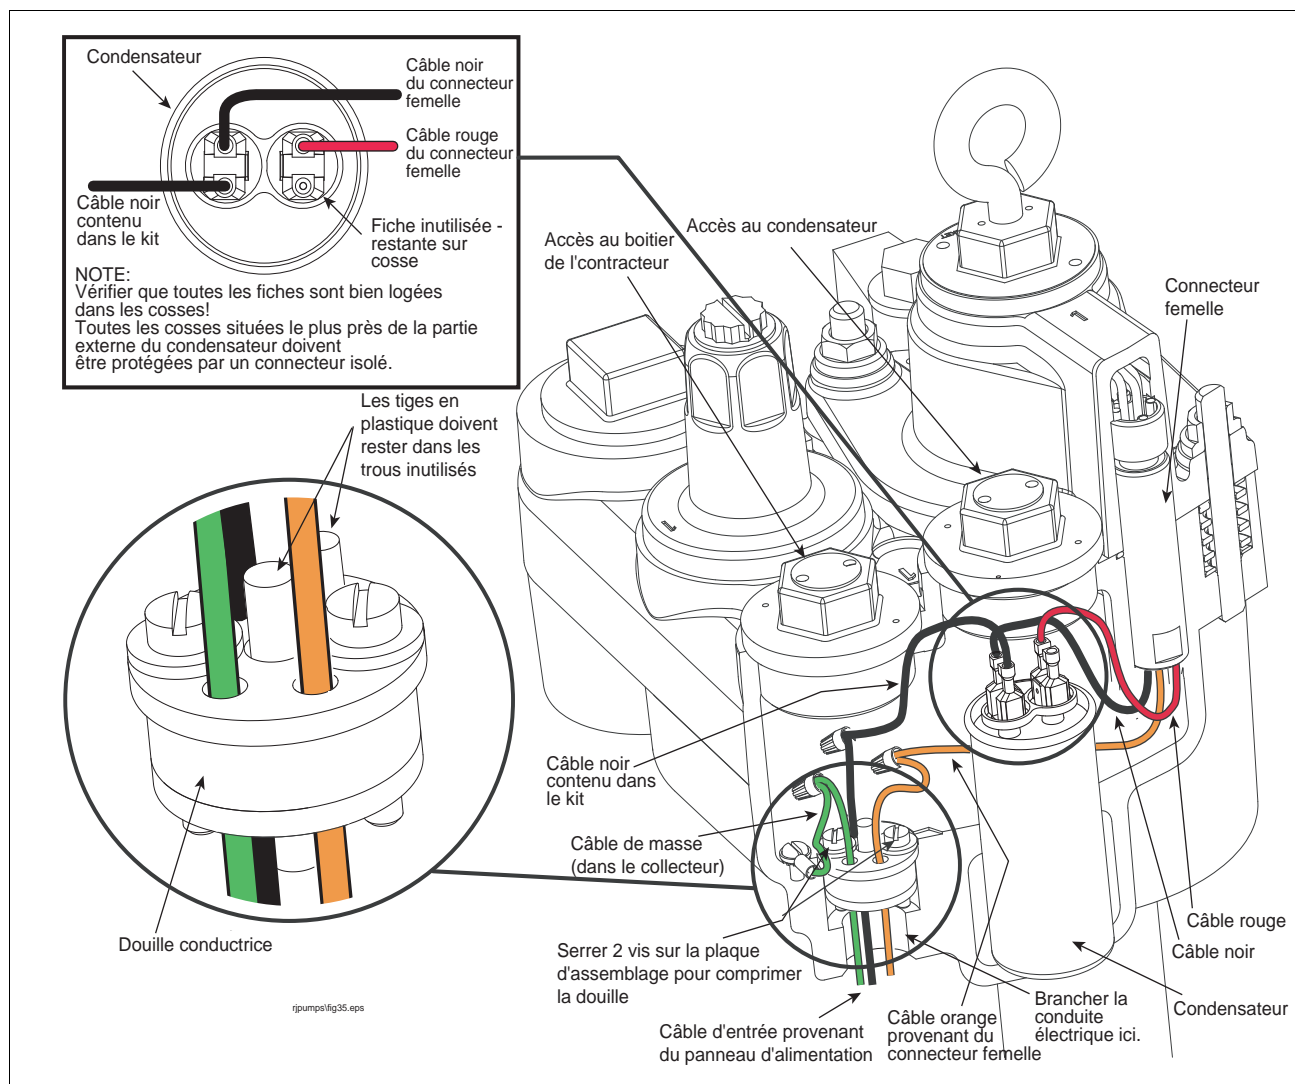
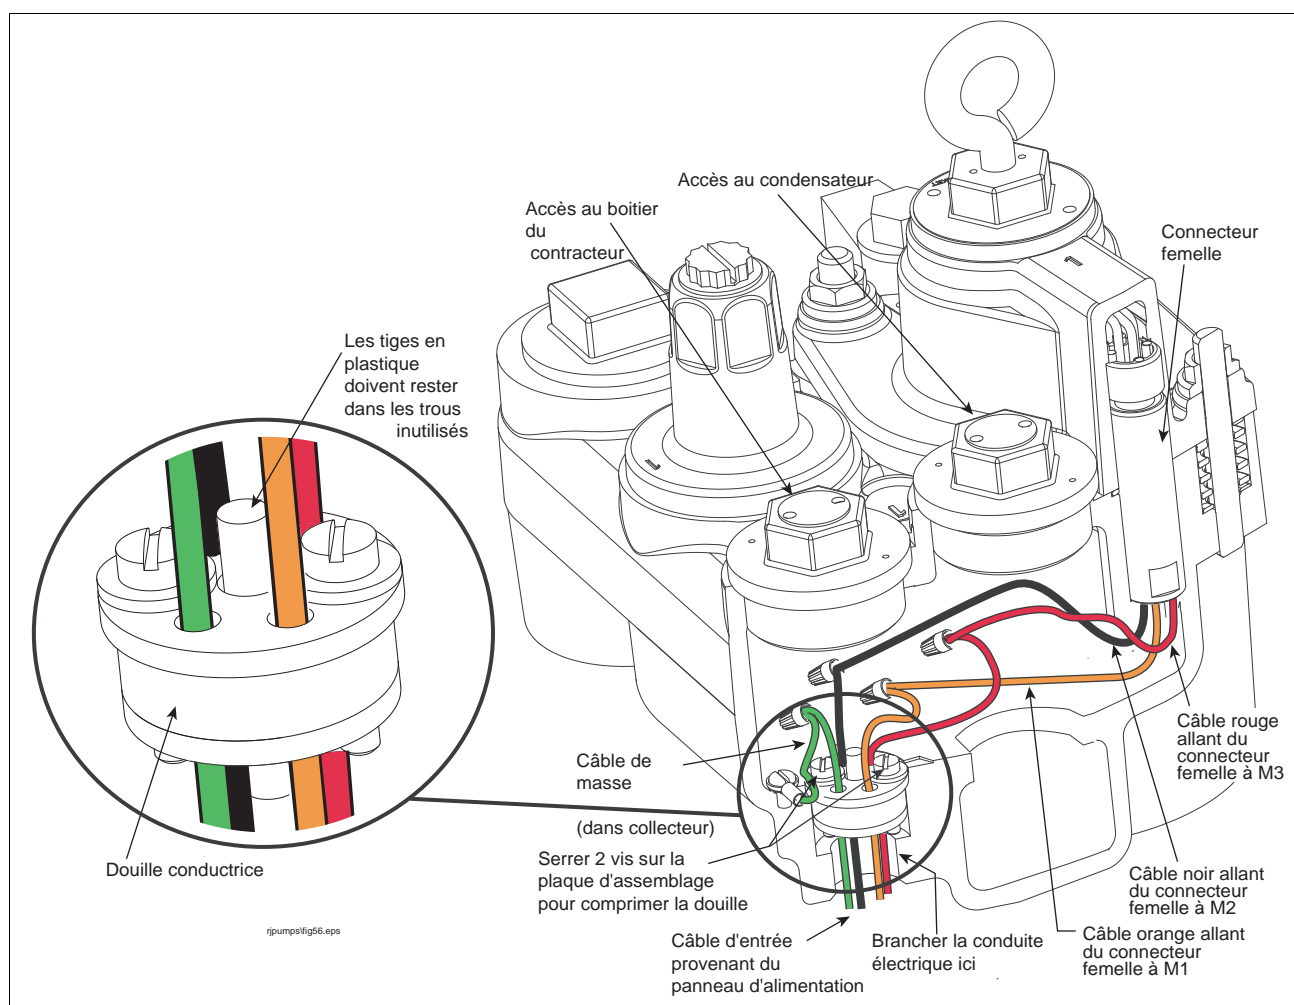

Figure 15. Passage du câblage d'alimentation dans la douille de compression - exemple d'un monophasé
Figure 17. Passage du câblage d'alimentation dans la douille de compression - exemple d'un triphasé
1. Brancher la conduite électrique à l'entrée du câblage d'alimentation, située sur le socle du boîtier contracteur du collecteur (voir un exemple de vue en coupe Figure 15 du câblage d'alimentation monophasé et Figure 17 pour câblage d'alimentation triphasé).
2. Desserrer suffisamment les deux vis de la douille de compression pour pouvoir retirer la douille de sa prise, située au fond du boîtier contracteur du collecteur (voir Figure 15). Tirer la douille vers le haut tant qu'elle est accessible. Remarquer que la plaque supérieure du montage de la douille (dirigée vers l'intérieur du collecteur) a un diamètre plus large que la plaque du fond et qu'elle présente deux trous libres ainsi que trois trous avec des tiges en plastique à l'intérieur. Ces tiges en plastique colmatent la douille et doivent rester dans un trou inutilisé. Par exemple, si on amène trois câbles du panneau d'alimentation, il faudra utiliser les deux trous vides et retirer puis éliminer une des deux tiges en plastique du plus petit diamètre pour faire passer le troisième câble. Pousser chacun des câbles d'entrée de l'alimentation à travers les trous vides de la douille. Faire glisser la douille le long des câbles d'alimentation jusqu'à ce qu'elle se loge dans sa prise, sur le socle du boîtier contracteur du collecteur et serrer les deux vis du montage de façon à comprimer la douille et rendre les entrées des câblages étanches.
Voir Figure 17 points 1 à 5.